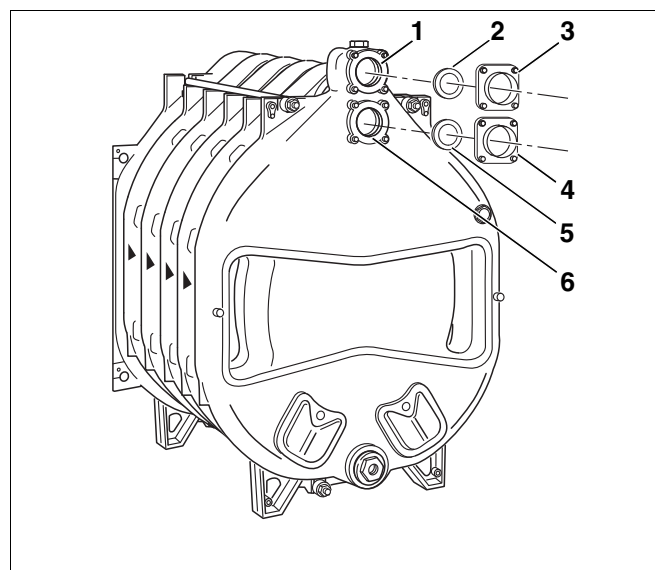

Fig. 23 Montaggio – Flange di collegamento
- ▶ Sul mozzo superiore della caldaia (fig. 23, [6]) – attacco di ritorno) viene montata, al successivo collegamento del ritorno, la flangia a saldare (con collarino di raccordo). Sono raffigurate flangia a saldare e guarnizione piatta (fig. 23, [4] e [5]).
La flangia di collegamento mandata (fig. 23, [3]) con guarnizione piatta (fig. 23, [2]) viene necessitata per il successivo collegamento della mandata (fig. 23, [1]).